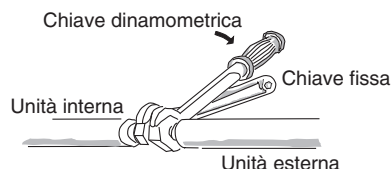

Fig. 5-6
- (2) Per serrare i dadi svasati, applicare la coppia di serraggio specificata.
- Per rimuovere i dadi svasati dai raccordi dei tubi, o per serrarli dopo aver collegato i tubi, usare due chiavi regolabili. (Fig. 5-6) Un serraggio eccessivo dei dadi svasati può danneggiare la svasatura, e ciò può causare perdite di refrigerante e quindi conseguenti lesioni o asfissia degli occupanti del locale.